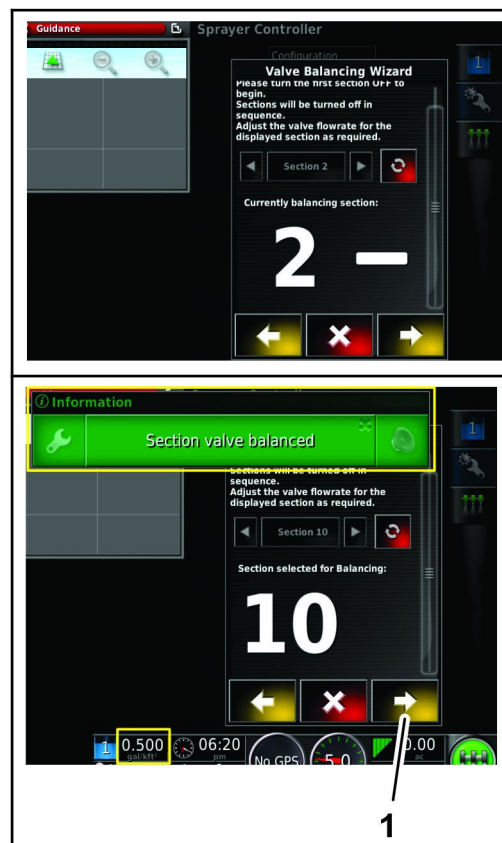

Figura 149
8. Ripetete i passaggi 6 e 7 per le valvole di sezione da 2 a 10 (Figura 149).
9. Quando tutte le valvole di sezione sono bilanciate, premete l'icona Avanti (Figura 149).